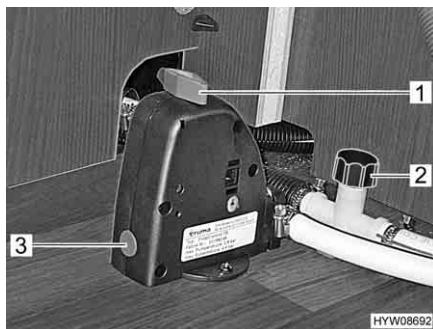

Fig. 143 Valvola di sicurezza/di scarico e rubinetti di scarico
- Chiudere la valvola di sicurezza/di scarico (Truma). A tal fine ruotare la manopola (Fig. 143,1) verticalmente rispetto alla valvola di sicurezza/di scarico e premere verso l'interno il bottone automatico (Fig. 143,3). Con temperature inferiori a 6 °C non è possibile chiudere la valvola di sicurezza/di scarico.
- Chiudere i rubinetti di scarico (Fig. 143,2). Chiudere i coperchi in senso orario oppure posizionare la leva a bilanciere in posizione orizzontale. L'ubicazione delle valvole di sicurezza/di scarico e dei rubinetti di scarico è riportata al paragrafo "Posizione dei rubinetti di scarico delle valvole di sicurezza/di scarico", alla fine di questo capitolo.
- Aprire i rubinetti di scarico (Fig. 143,2). A questo scopo, ruotare il coperchio in senso antiorario o posizionare verticalmente la leva a bilanciere.
- Aprire la valvola di sicurezza/di scarico (Truma). A tal fine ruotare la manopola (Fig. 143,1) nel senso della lunghezza della valvola di sicurezza/di scarico.